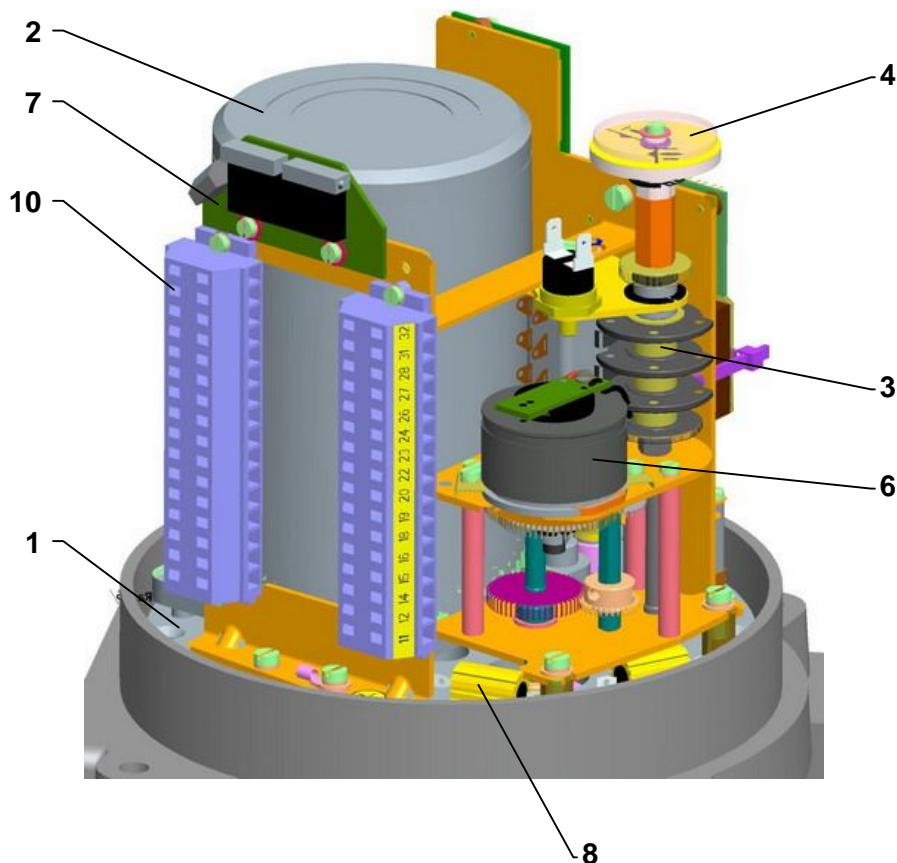

Рис.1
**Управляющая часть (рис. 1,1а)** размещена на пульте управления (1), который содержит:
- электродвигатель (2) (в случае однофазного изготовления с конденсатором)
- моментную единицу (5) - управляемую аксиальным передвижением шнека
- узол положения и сигнализации (3) с датчиком положения (6) (омический, емкостным или электронным датчиком положения) и с механическим местным указателем положения (4)
- отопительный нагревательный элемент (8) с термическим выключателем
- электронный модуль (9)
- электрические присоединение с помощью **клеммной колодки** (10) (размещенных в пространстве управления) и кабельных концевых втулок в исполнении Ex d и прямым входом с залитыми жилами.
Рис.1а